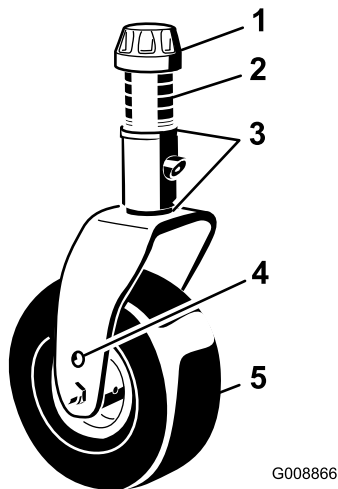

Figura 20
3. Coloque los ejes de las ruedas giratorias en los mismos taladros en ambas horquillas (Figura 20).
4. Retire el casquillo tensor del eje (Figura 20) y deslice el eje fuera del brazo de la rueda giratoria.